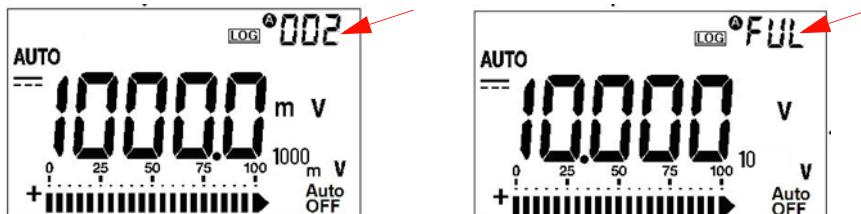

Figura 2-2 Visualizzazione della registrazione a intervalli
- 2 La lettura verrà salvata automaticamente in memoria in base all'intervalllo impostato in modalità Setup, vedere la Figura 2-2.